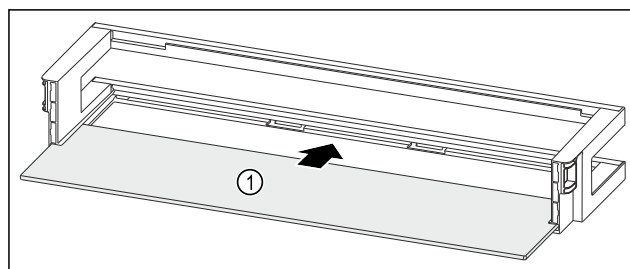

Fig. 200 Dveřní přihrádka s odkládací plochou
- Odkládací plochu Fig. 200 (1) zasuňte do bočních vybrání.